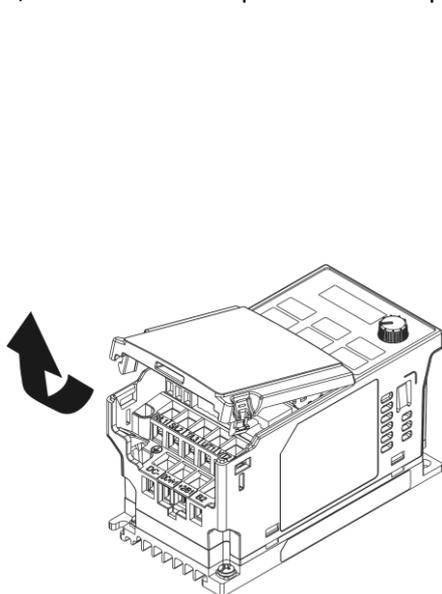

Рис. 8-1
1. Как показано на рис. 8-1, отключите питание и снимите переднюю крышку прибора.